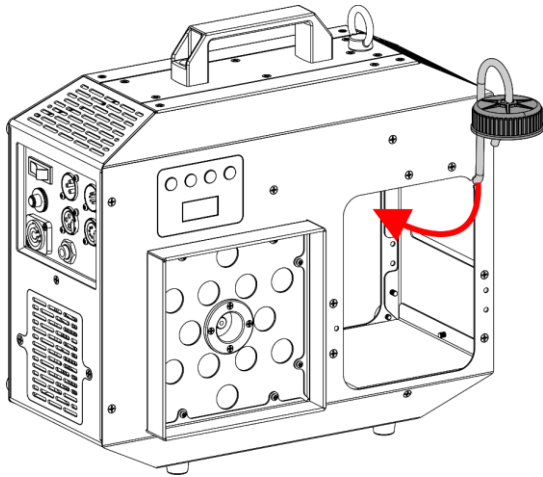

Fig. 16
- 11) Tire del tubo de goma para extraerlo del orificio de la parte delantera, como se muestra en la Fig. 16.